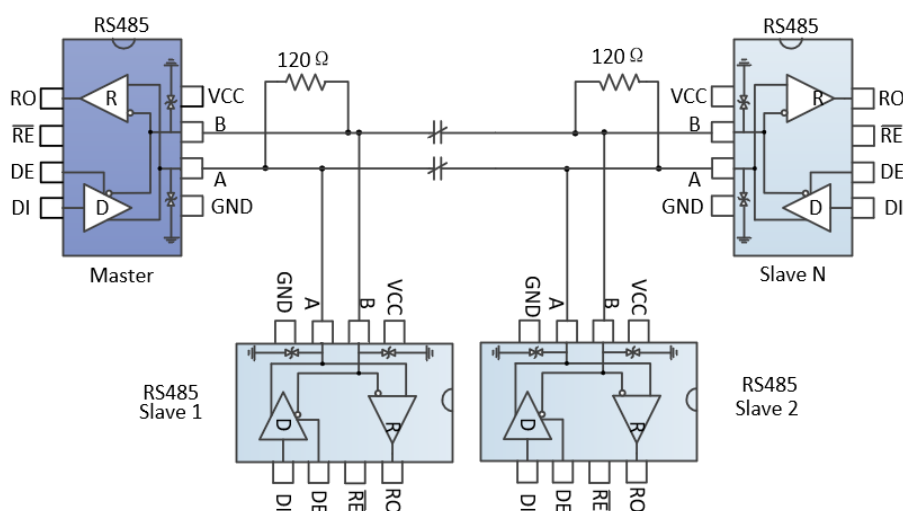

图 9 总线式 RS485 半双工通讯网络
4.1 总线式组网：MAX485EESA+T RS485 收发器设计用于多点总线传输线上的双向数据通信。图 9 显示了典型网络应用电路。这些器件也能用作电缆长于 4000 英尺的线性转发器，为减小反射，应当在传输线两端以其特性阻抗进行终端匹配，主干线以外的分支连线长度应尽可能短。